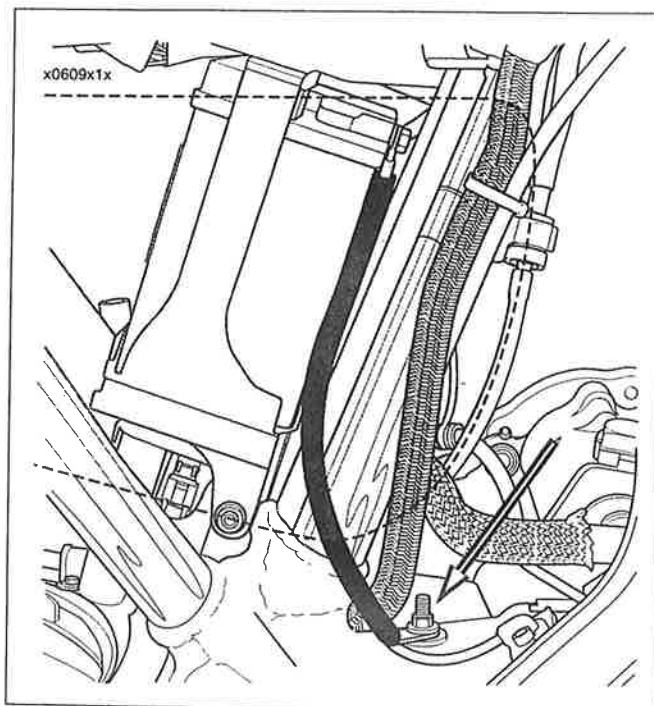

Figura 7-23. Colocación del cable negativo a tierra
- a. Cable negativo – vea la Figura 7-23. Quite la tuerca que asegura el cable negativo (-) de la batería al espárrago a tierra en el saliente del cárter atrás del conjunto del motor de arranque.
3. Vea la Figura 7-23. Deslice la batería en la bandeja de la batería. Coloque el cable negativo (-) de la batería alrededor del tubo vertical de la estructura.
10. Empuje la tapa de caucho (3) sobre el borne del arranque.
11. Vea la Figura 7-23. Asegure el cable negativo (-) de la batería con una tuerca al espárrago a tierra del cárter atrás del motor de arranque. Apriete la tuerca a 6,2-8,5 N·m (55-75 lb-pulg.).